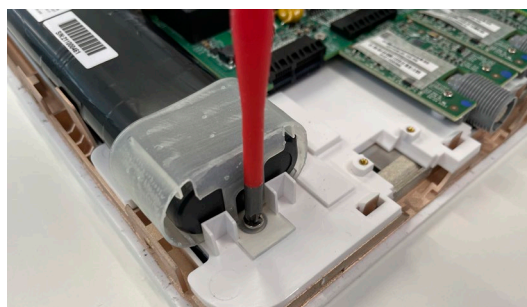

Bild 16 Skruva loss skruvarna på båda sidor av batteriet
a) Lossa båda skruvarna som håller fast batteriluckan på skärmenheten (bild 16)